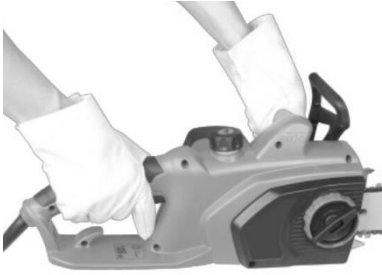

Abb. 12
- Kettensäge mit beiden Händen halten, siehe dazu Abb. 12 (Daumen unter den Handgriffen).